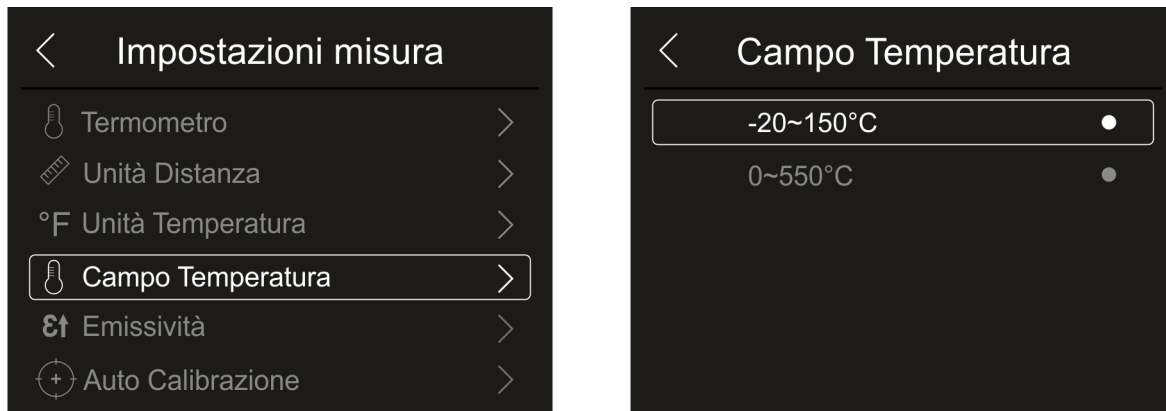

Fig. 27: Menu impostazione campo misura temperatura
1. Toccare la voce “Campo Temperatura” per eseguire l’impostazione del campo di misura della temperatura eseguita dallo strumento (questa opzione è relativa al modo di misura Normale). La Fig. 27 – parte destra è mostrata: